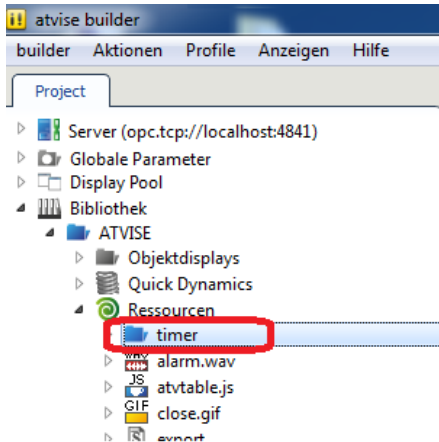

Bild 11 Projektbaum – Ordner „timer“
- Entfernen Sie den Ordner „timer“ aus dem Projektbaum (siehe Bild 11).